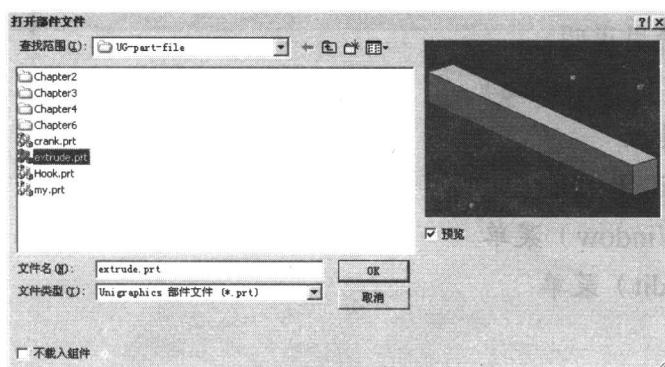

图 1-2 预览 3D 模型内容
- (3) 资源栏（Resource Bar）极力提供进入模型导航的信道，而不需占据图形窗口空间。
(4) 零件在打开时可以先预览其内容，如图 1-2 所示。